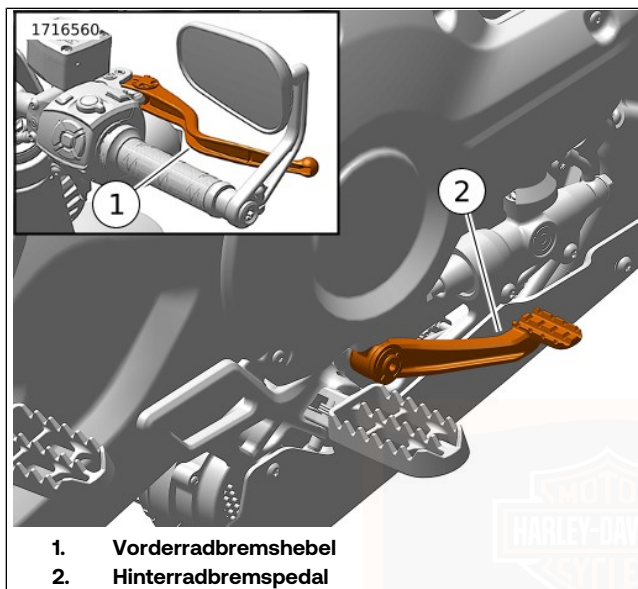

Abbildung 49. Bedienungselemente für Bremsen
Siehe Abbildung 49. Mit dem Vorderradbremshebel (1) wird die Vorderradbremse betätigt. Der Hebel befindet sich am
Siehe Abbildung 49. Mit dem Hinterradbremspedal (2) wird die Hinterradbremse betätigt. Das Pedal befindet sich auf der rechten Seite. Das Hinterradbremspedal mit dem rechten Fuß betätigen.